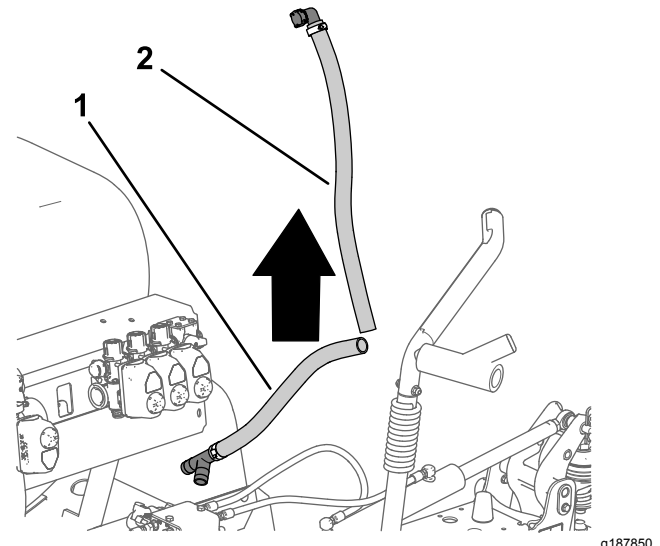

Bild 45
- Entfernen Sie die oberen und unteren Überlaufschläuche von der Maschine (Bild 45).